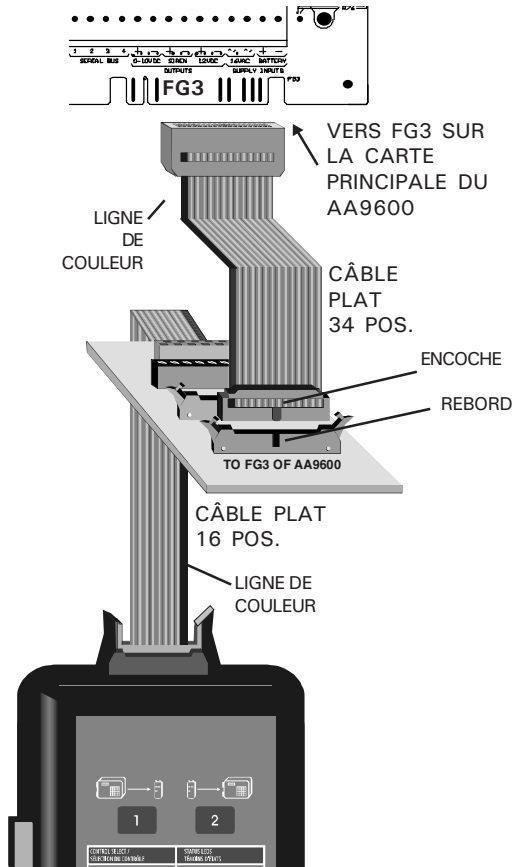

Figure 4 : Connexion du UP-ALERT au AA9600 avec un câble plat
- Brancher les borniers A & B de la carte d'interface aux borniers SBI 2 & 3 de l'Agri-Alerte 9600 tel qu'illustré à la figure 4.